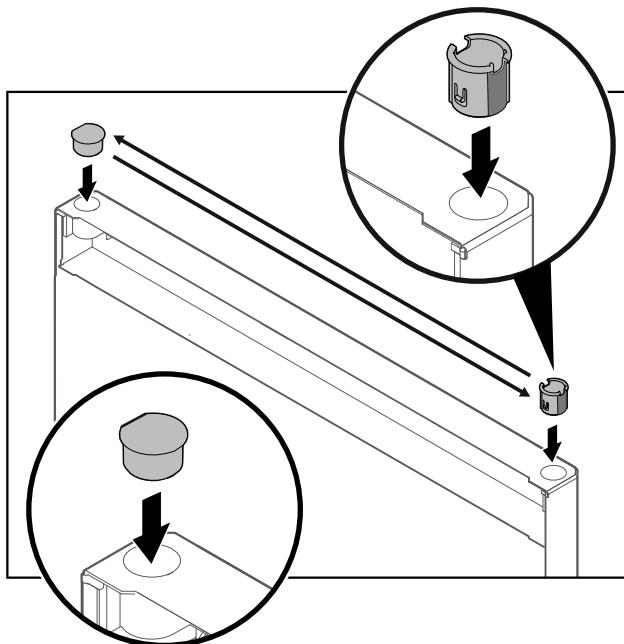

Fig. 26
- Vytiahnite puzdro závesu *Fig. 26 (1)* prstami.
- Plochým skrutkovačom opatrne nadvihnite kryciu zátku *Fig. 26 (2)* a vytiahnite ju.